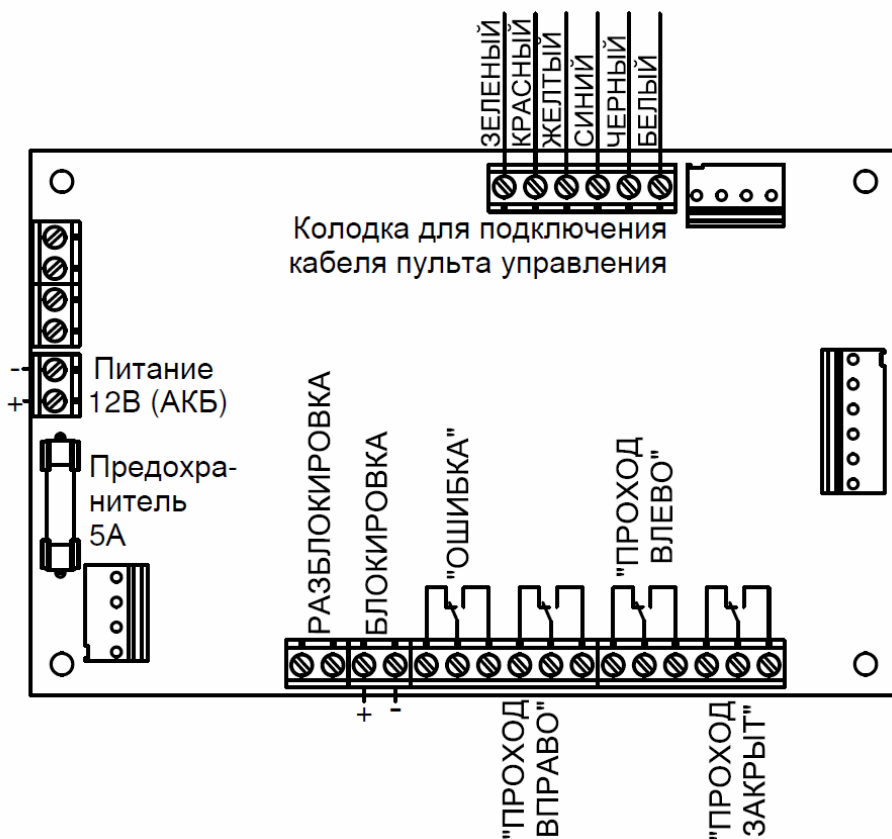

Рисунок 2 – Схема подключения электронного блока управления
К колодке пульта управления подключается кабель пульта управления (см. рисунок 2).
7. Установить источник питания на отведенное для него место (последовательность монтажа источника – см. руководство по эксплуатации на источник). Подключить кабель питания к блоку управления (см. рисунок 2).
- Проверить правильность произведенного монтажа в соответствии со схемой подключения (см. рисунок 2)